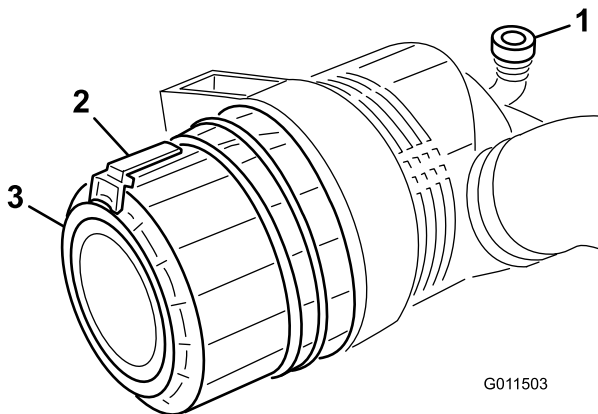

Figura 55
1. Puxe o trinco para fora e rode a cobertura do filtro de ar no sentido contrário ao dos ponteiros do relógio (Figura 55).